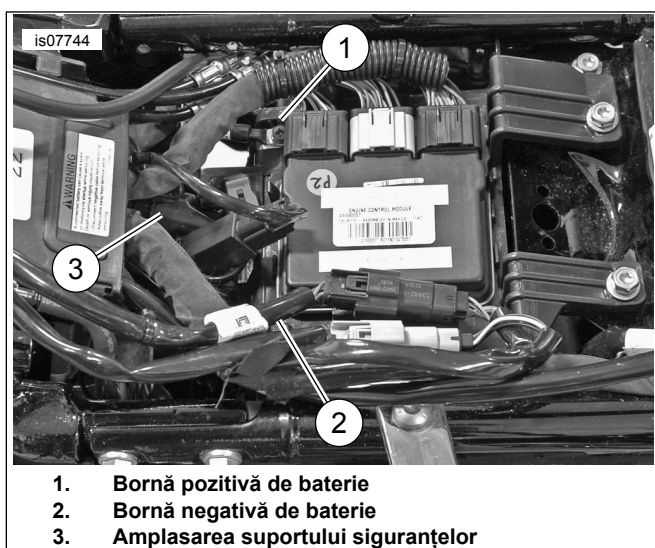

Figura 9. Conexiune baterie
8. Consultați Figura 9 . Instalați capacul patului de cablu. Puneți capace la toți conectorii neutilizați cu 72632-10, prevăzuți cu 692000478 [313] sau de la conectorul stoc al cablajului carenajului [162] pe modelele FLHX.